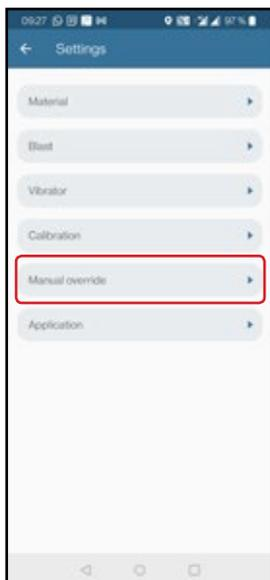

Abbildung 1
1. Gehen Sie auf **Einstellungen** → **Manueller Override** (Abbildung 1)